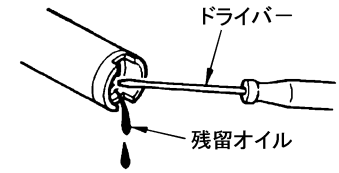

Fig.8
- 4) ポンプ内のオイルを抜いてください。フートバルブの穴にマイナスドライバーを差し込み残留するオイルを出してください。(Fig.8)